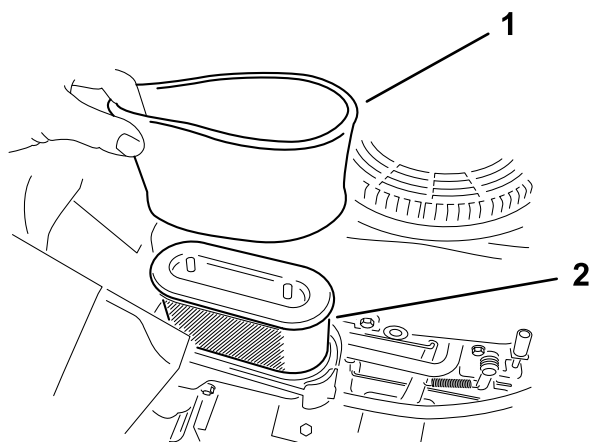

Рисунок 37
5. Осторожно извлеките фильтрующие элементы из пеноматериала и бумаги из корпуса воздухоочистителя (Рисунок 37).
**Примечание:** Замените бумажный элемент, если он очень грязный (Рисунок 37).
1. Установите фильтр из пеноматериала на бумажный фильтр (Рисунок 37).